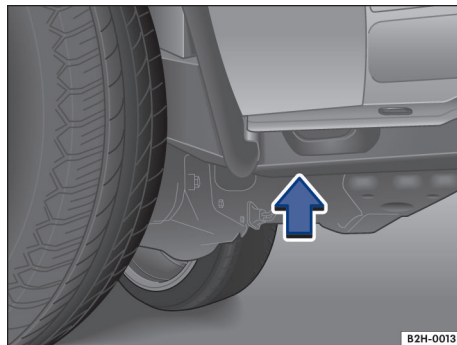
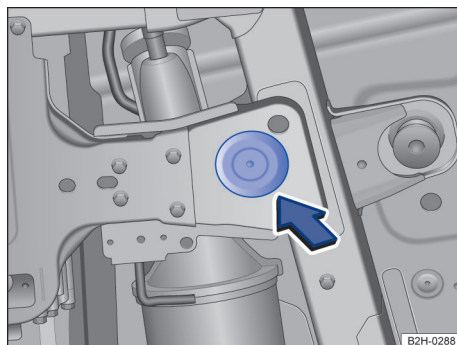
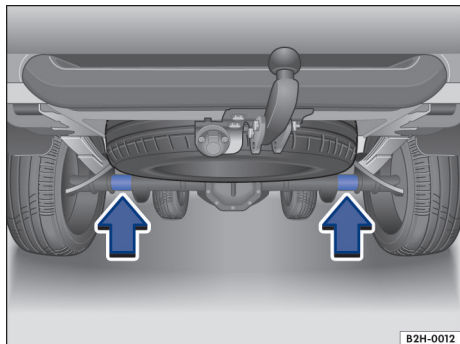

Fig. 213 Desde el lateral: punto de apoyo para el gato en la parte delantera.
Fig. 214 Desde abajo: punto de apoyo para el gato en la parte delantera.
Fig. 215 Puntos de apoyo para el gato en la parte trasera.
Coloque el gato únicamente en los puntos que se indican → fig. 213 (visto desde un lateral) o → fig. 214 (visto desde abajo).
Coloque el gato únicamente en los puntos de apoyo que se muestran → **fig. 215** (flechas).
3. Busque en la parte delantera → **fig. 213** o trasera → **fig. 215** el punto de apoyo para el gato que esté más cerca de la rueda que haya que cambiar.